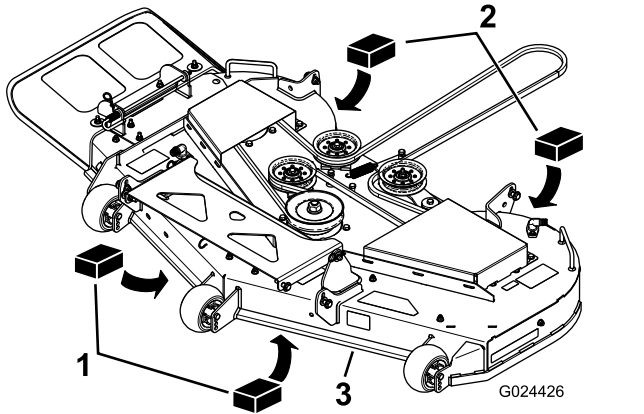

Figura 74
3. Coloque dos bloques de 6,6 cm de grosor debajo de cada lado del borde delantero de la carcasa, pero no debajo de los soportes de los rodillos protectores del césped (Figura 74).
- Coloque dos bloques de 7,3 cm de grosor debajo del borde trasero del faldón de la carcasa de corte, uno en cada lado de la carcasa de corte (**Figura 74**).